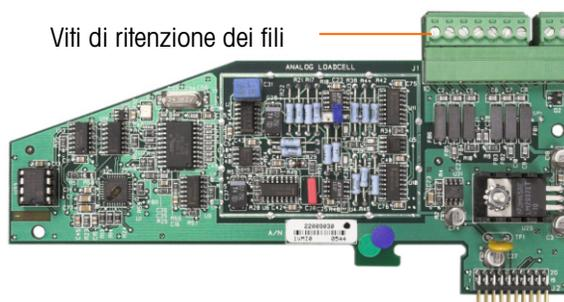
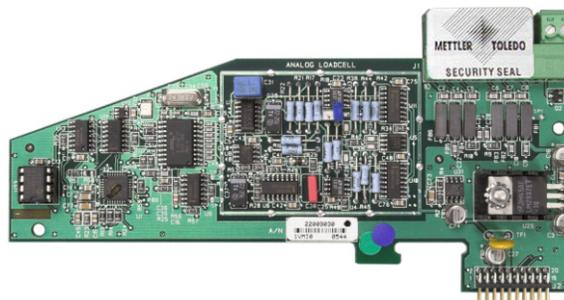

Figura A-114: Connessione della scheda di opzione non protetta
Figura A-115: Sigillo di sicurezza installato
3. Per proteggere i/i cavo/i di interconnessione alla cella di carico (collegati alla schede di opzione), è necessario apporre un sigillo di sicurezza ai connettori per assicurare che non vengano rimossi o disconnessi. Il sigillo impedisce anche l'accesso alle viti di fermo dei cavi indicate in Figura A-114. La Figura A-115 mostra il sigillo in posizione.